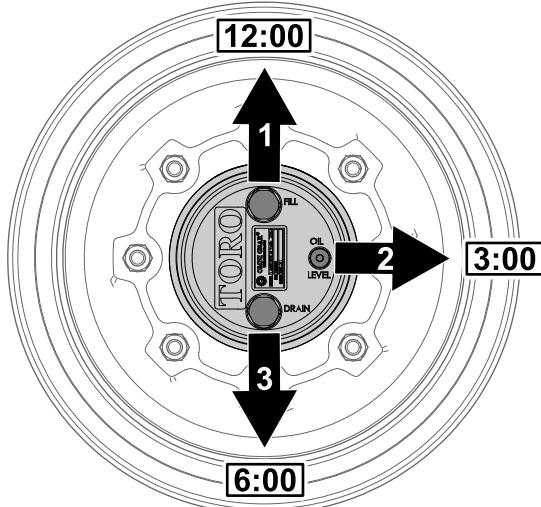

Bild 126
1. Parken Sie die Maschine auf einer ebenen Fläche und positionieren Sie das Rad so, dass die Füllschraube auf 12 Uhr, die Prüfschraube auf 3 Uhr und die Ablassschraube auf 6 Uhr steht (Bild 126).
2. Entfernen Sie die Prüfschraube, die auf 3 Uhr steht (Bild 126).
1. Parken Sie die Maschine auf einer ebenen Fläche und positionieren Sie das Rad so, dass die Füllschraube auf 12 Uhr, die Prüfschraube auf 3 Uhr und die Ablassschraube auf 6 Uhr steht, siehe Bild 126 in Prüfen des Ölstands im Planetengetriebe (Seite 75).